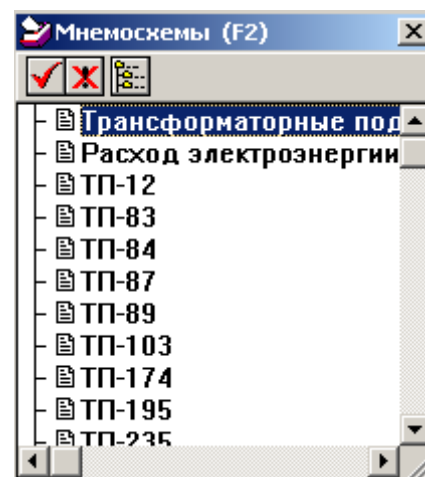

Рис. 6
4.5. Вывод на экран требуемой мнемосхемы возможен также, используя пункт главного меню «Мнемосхемы» или нажатием экранной кнопки . Появится окно, показанное на **рис. 6**, где можно указателем мыши выбрать любую мнемосхему.